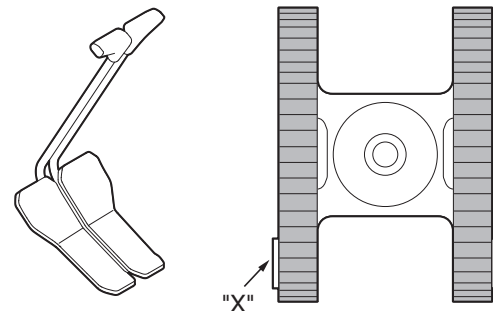

Figura 13
- Parada del avance (Figura 13) - Volver las palancas de desplazamiento a posición "NEUTRAL" accionará los frenos y parará la excavadora.